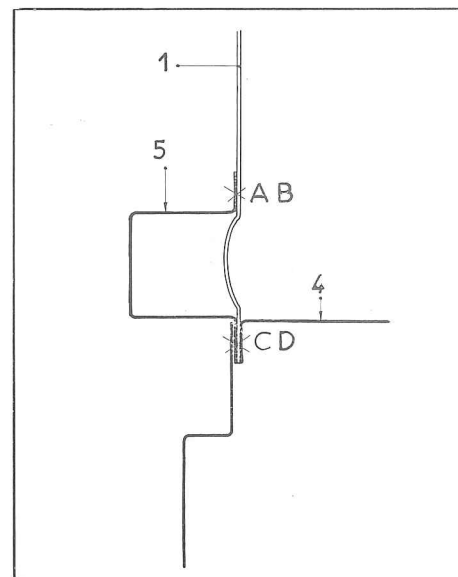

Fig. 4
6. Présenter les parties latérales 1 et 2 (fig. 1 et 4) en les engageant entre les tôles 4, 5 (fig. 4), puis les brider.